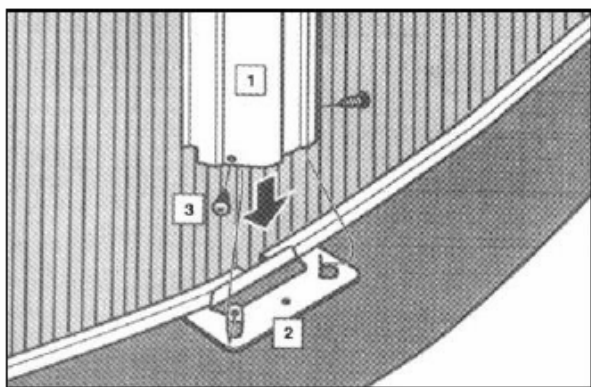

fig. 23
- a. Alignez le bas de l'un des poteaux (Fig. 23), avec les deux petites languettes sur l'une des plaques de base. Les languettes doivent être à l'intérieur des poteaux.
- b. Alignez les trous pour les vis (Fig. 23) à chaque côté et vissez.
- e. Répétez les antérieures instructions pour chacun des poteaux autour de la paroi de la piscine (Fig.23 et 24).